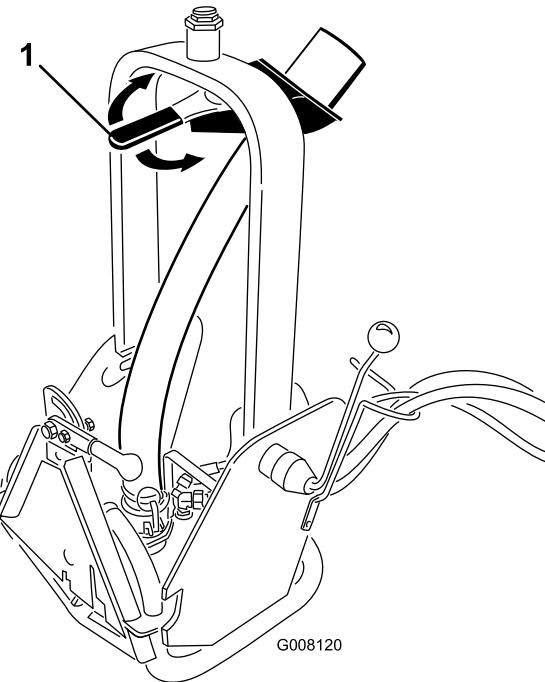

Bild 7
### 2. Drehen Sie zum Einstellen der Flussrichtung den Düsengriff (Bild 7) in die gewünschte Stellung.
**Hinweis:** Sie können den Widerstand an der Griffdüse (Bild 7) erhöhen oder verringern, wenn Sie den Drehmoment an der großen Mutter oben am Schwenkturm einstellen.